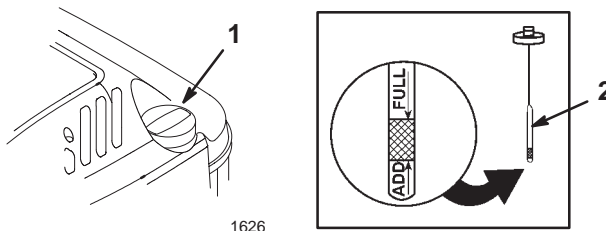

Figure 7
Avant chaque utilisation, vérifiez que le niveau d'huile arrive entre les repères maximum (Full) et minimum (Add) de la jauge (Fig. 7).
2. Nettoyez la surface autour de la jauge (Fig. 7).
6. Voyez le niveau d'huile indiqué par la jauge (Fig. 7).